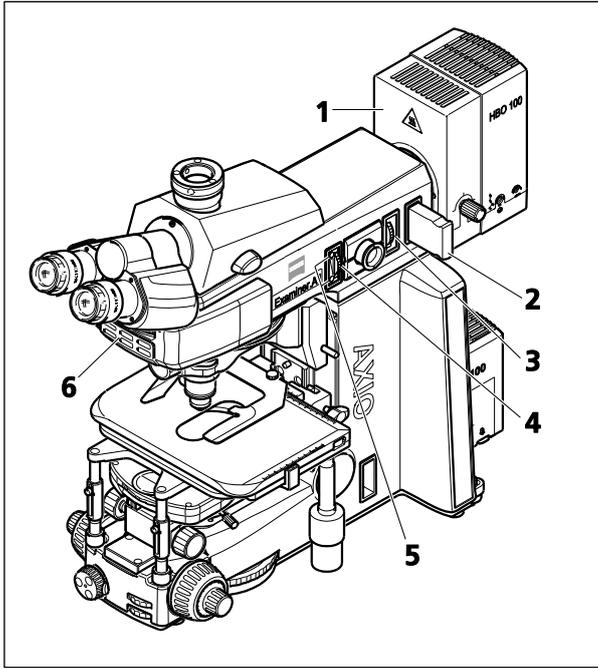

图 4-8 反射光荧光组件 (Axio Examiner.A1)
- 通过反射光滤片抽屉 (图 4-8/2) 的遮挡位置，暂时遮挡反射光照明器中的光路。
- 在照明器的变压器 (见第 3.2.3 节) 处打开 HBO 100 或 HBO 50 照明器 (图 4-8/1)，并等待大约 15 分钟使之预热到工作温度。
- 在滤色镜转盘 (图 4-8/6) 选择并开启具备所需荧光滤片组合的 FL P&C 滤色镜模块 (荧光滤片组合因滤色镜转盘的激发类型而异)。
- 在使用反射光滤片抽屉 (图 4-8/2) 时，启用反射光照明器中的光路。
- 如有需要，可以使用 FL 衰减器 (图 4-8/3) 的指轮设置荧光照明器 (HXP/HBO) 的照明强度。
- 关闭视场光阑 (图 4-8/4)，直至其出现在观察视野中。
- 转动两颗对中螺钉 (图 4-8/5)，将视场光阑置于观察视野边缘。